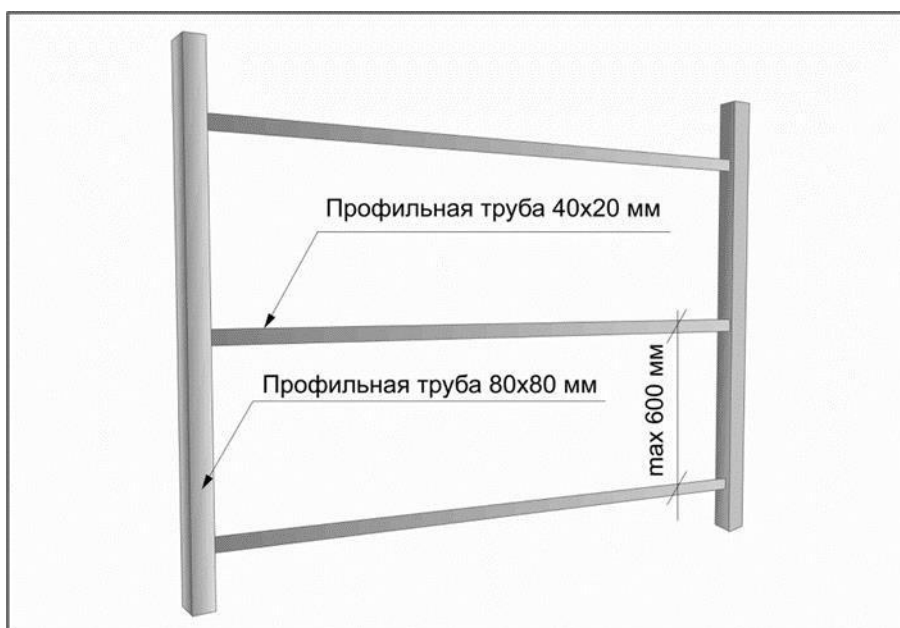

Рис. 1
- Расстояние между направляющими не должно превышать 600 мм. (Рис. 1)